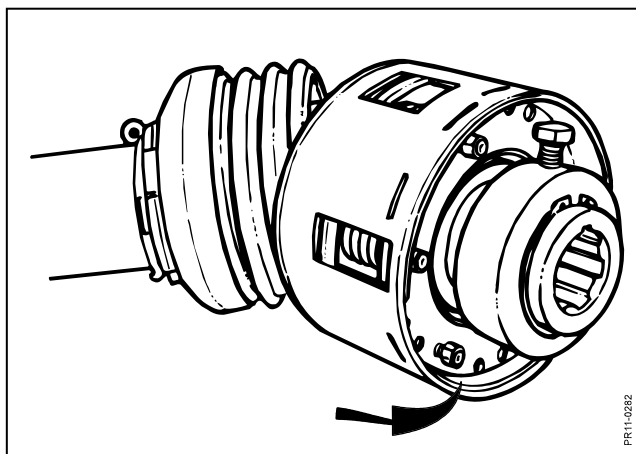

Fig. 5-2
**Fig. 5-2** Avant de mettre en route une machine neuve et après un long moment d'inactivité, par ex. après un hivernage, **le limiteur de couple doit être "aéré" comme suit:**